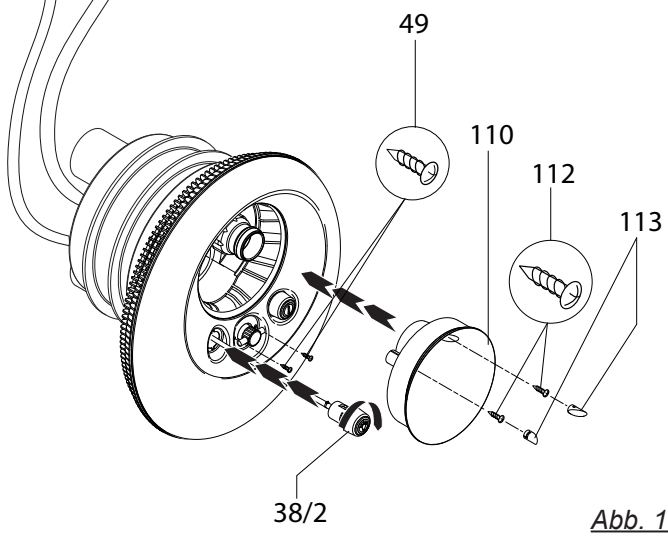

Abb. 13
9. Edelstahlblende (93) am Ansauggehäuse ansetzen und mit den beiden Schrauben (49) am Düsengehäuse befestigen. **Die Schrauben nur handfest anziehen. Keine Gewalt anwenden!** Die beiden Pneumatiktaster durch die Blende in das Düsengehäuse stecken und durch drehen im Uhrzeigersinn verriegeln. (Abb. 13)
10. Durch das Befestigen der Lichtabdeckung (110) wird die Edelstahlblende (93) zusätzlich fixiert. Dazu die Lichtabdeckung (110) über die Kugeldüse in das Düsengehäuse stecken und mit den beiden Schrauben (112) befestigen. **Die Schrauben nur handfest anziehen. Keine Gewalt anwenden!** (Abb. 13)